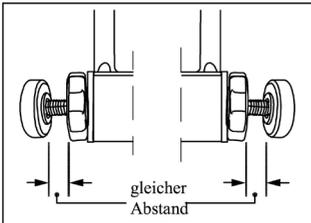

Abbildung 11
- Ziehen Sie die unteren beiden Feststellschrauben fest, bis die Rahmenunterseite des Schutzgitters ordnungsgemäß fixiert ist. Achten Sie darauf, dass der Abstand zwischen Einstellrädchen und Kopf der Justierschraube auf beiden Seiten nahezu gleich groß ist (siehe Abbildung 11).